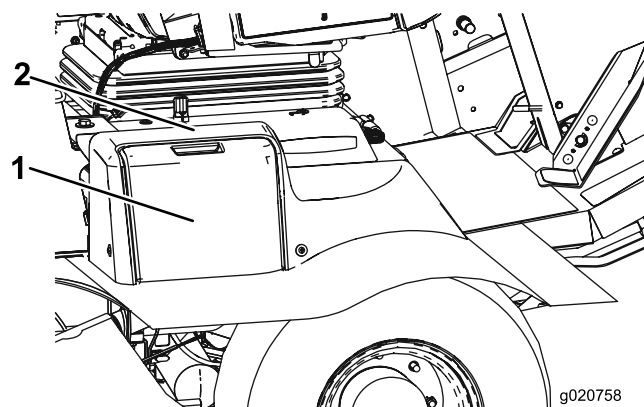

Figura 52
1. Aprite il coperchio della batteria sul lato della copertura (Figura 52).
**Nota:** Premete sulla superficie piatta sopra il coperchio della batteria per facilitare la rimozione del coperchio (Figura 52).